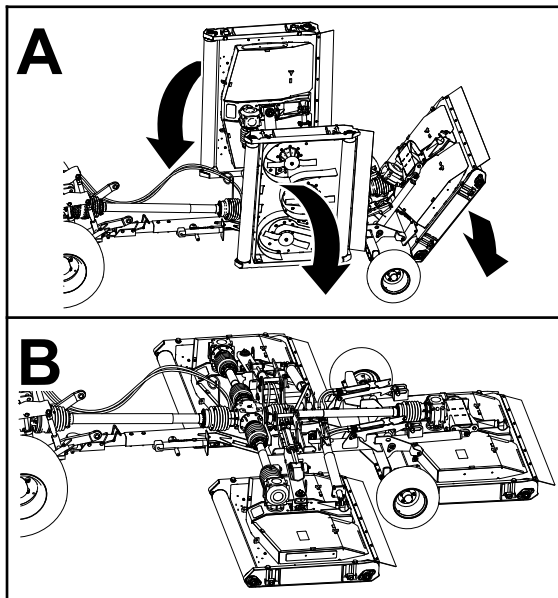

Figura 36
6. Mueva el control del circuito del accesorio trasero a la posición de BAJADA; consulte el *Manual del operador* del vehículo de remolque. Las carcasas de corte bajan al suelo (Figura 36).